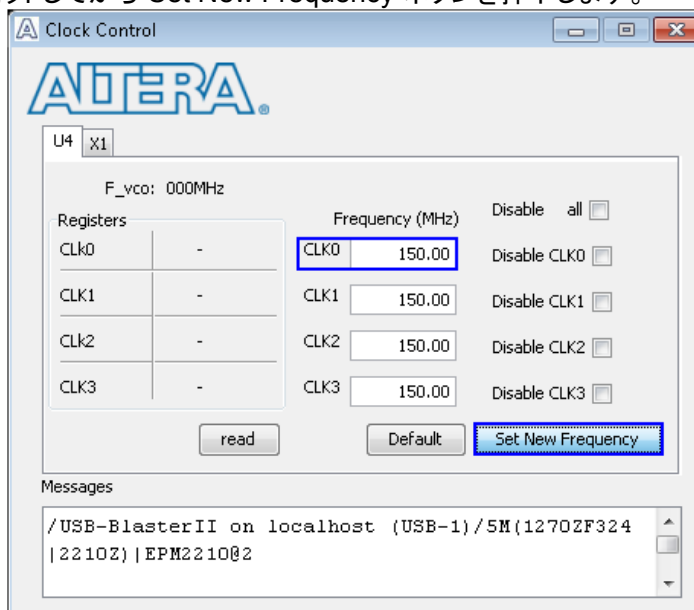

図 1-11 ArriaV GX スタータ開発キットの場合のクロック周波数設定
- b) ArriaV GX スタータ開発キットの場合、下図 1-11 のように最初のタブ(U4)を選択し、CLK0 frequency = 150 MHz にセットしてから“Set New Frequency”ボタンを押下します。